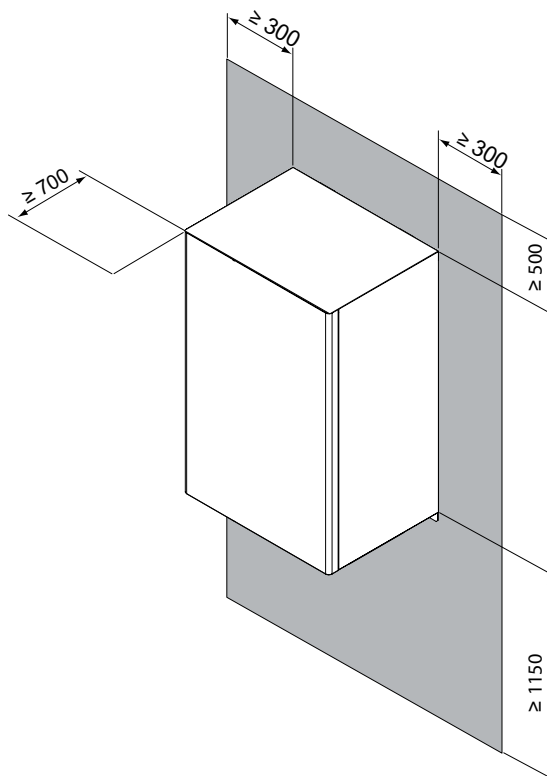

fig. 7 - zonă de exploatare minimă, pentru unitatea internă
- Spațiul de jur-împrejurul unității să permită efectuarea operațiunilor de întreținere; consultați fig. 7.